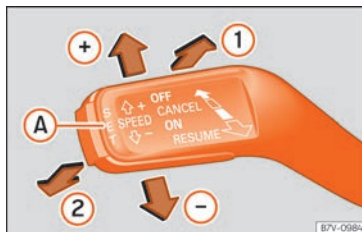

Fig. 49 A sinistra del piantone dello sterzo: interruttori e comandi per l'uso del GRA.
- Collegamento del GRA: posizionare la leva su **ON** (1) » **fig. 49**. Il sistema si accende ma non effettua la regolazione poiché non è programmata alcuna velocità.
- Attivazione del GRA: premere il tasto **SET** (A) » **fig. 49**. Memorizza e regola la velocità attuale.
- Disattivazione temporanea del GRA: muovere la leva fino a **CANCEL** (2) » **fig. 49** e rilasciarla o schiacciare il freno o la frizione. La regolazione si scollega temporaneamente.
- Collegare nuovamente il GRA: muovere la leva fino a **RESUME** (1) » **fig. 49** e rilasciarla. La
- Disattivazione del GRA: portare la leva nella posizione **OFF** (2) » **fig. 49**. Il sistema si disattiva e la velocità memorizzata si cancella.